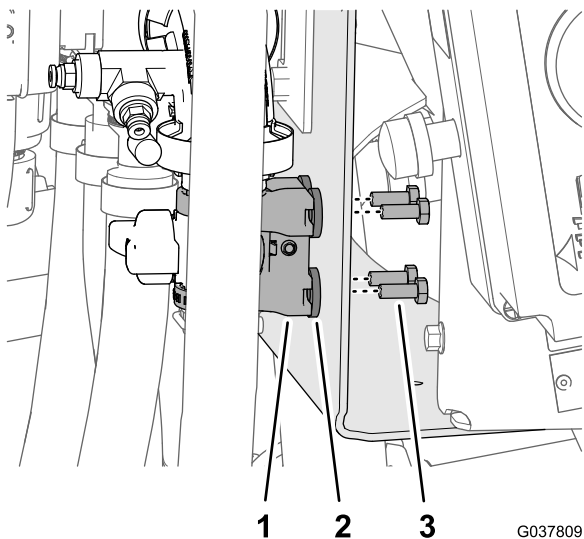

Figure 92
- 4. Fixez le support en nylon et les rondelles sur le support de vannes à l'aide de 4 boulons (6 x 16 mm), comme montré à la Figure 92.